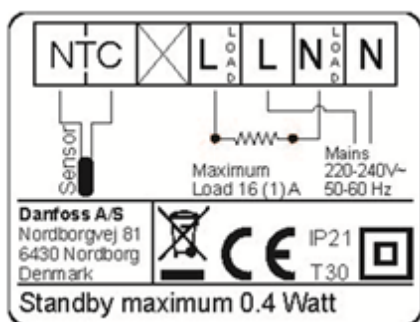

Рис. 6. Схема подсоединения внешних электроцепей.
2. Подсоедините к клеммной колодке провода сети питания переменного тока 220...240 В, 50/60 Гц, холодный кабель питания нагревательного изделия (мат, кабель) и двухжильный провод датчика температуры NTC (см. схему на рис. 6).